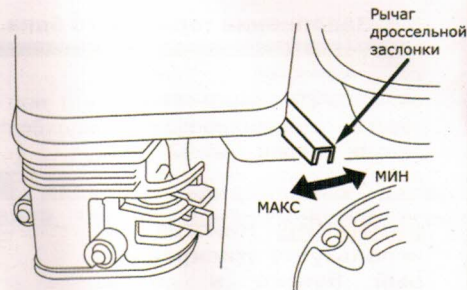

Рис.7
- Установите рычаг дроссельной заслонки на 1/2 в сторону положения «МАКС» (рис.7).